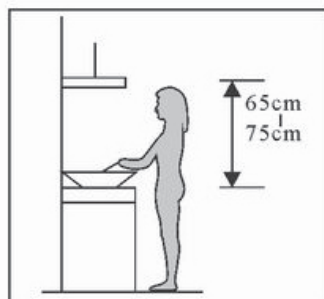

figure 1
1. La distance entre la surface de cuisson et le bord inférieur de la hotte doit être de 65-75 cm (voir figure 1).